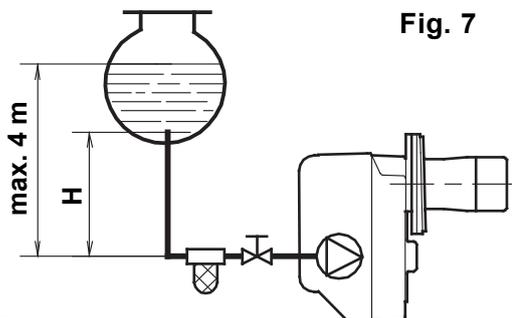
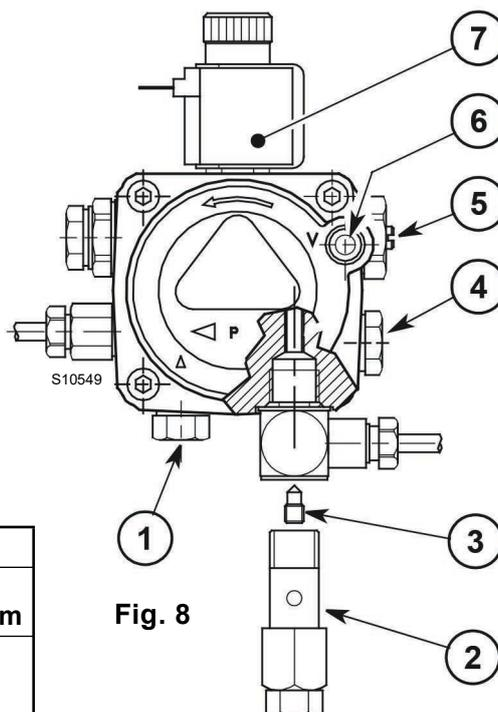

Fig. 7
Fig. 8
- La pompa è predisposta per funzionamento bitubo. Per il funzionamento monotubo è necessario svitare il perno (2), togliere la vite di by-pass (3), quindi riavvitare il perno (2) (vedi Fig. 8).
Nell'impianto di Fig. 7 è sufficiente allentare l'attacco del vacuometro (6, Fig. 8) ed attendere la fuoriuscita del combustibile.